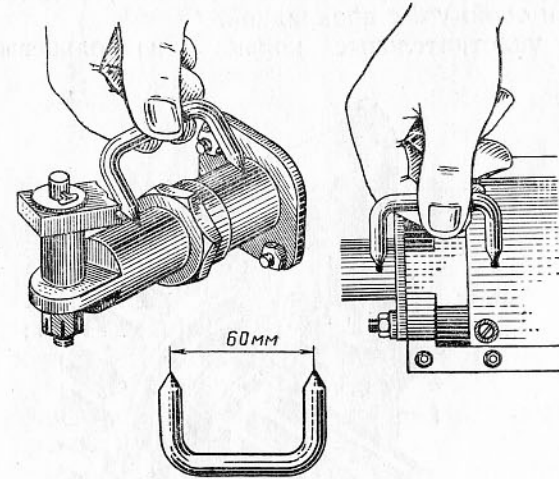

Рис. 24. Проверка включения передач по меткам керна
3. Последовательно устанавливая одно острое скобы в метку на крышках поводковых коробок (или втулке), проверить совпадение второго острия с метками на соответствующих поводковых валиках (рис. 24).